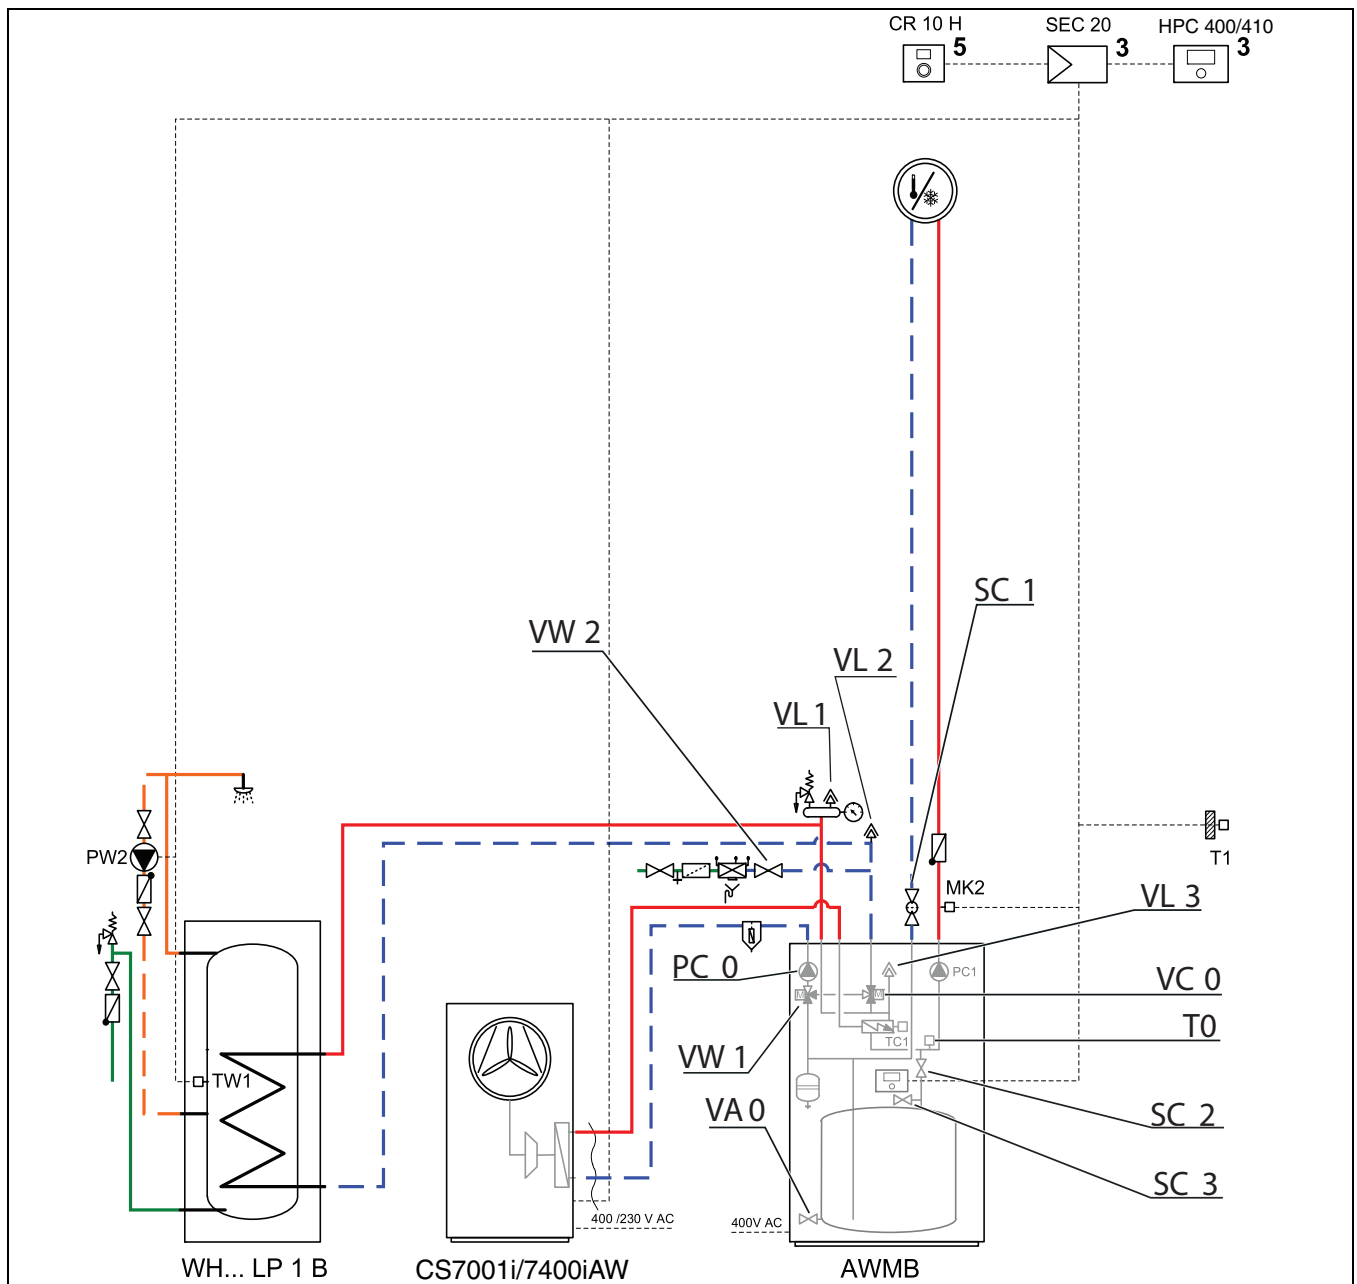

Fig. 26 Unità interna e impianto di riscaldamento
2. Aprire la valvola automatica di sfiato VL1, VL2 e VL3 (→ fig. 26) svitando il tappo.
3. Chiudere la valvola filtro SC1, chiudere la valvola di intercettazione SC2 (→ fig. 26) e controllare che VW1 (→ fig. 26) sia nella posizione (B) per il funzionamento in riscaldamento.
5. Aprire il piccolo rubinetto di scarico SC3 (→ fig. 26).